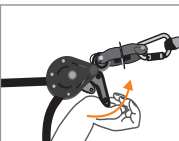

Fig. 5
Pour démonter la ligne de vie, tirer sur le levier de came (4) (Fig. 5). Dérocher l'ensemble et ré-emballer dans son sac d'origine. Ne pas laisser la ligne de vie installée après une intervention, elle doit être installée pour une journée d'intervention au maximum.